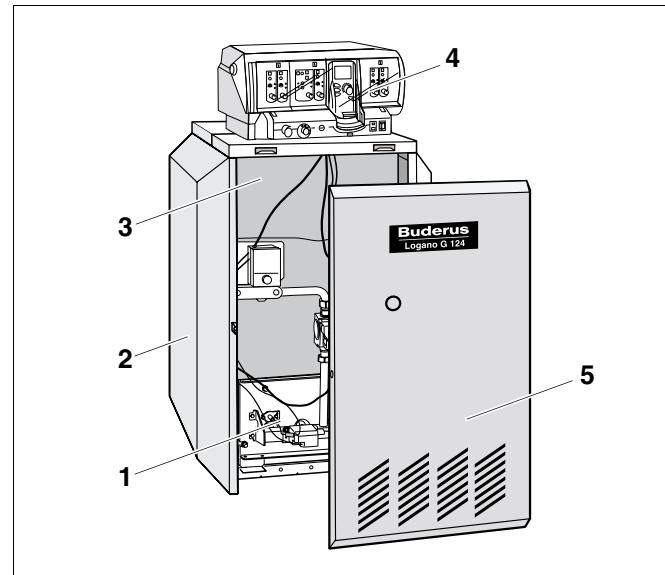

Рис. 1 Специальный газовый отопительный котел Logano G124 WS
Отопительный котел Logano G124 WS (рис. 1) оснащен на заводе встроенной газовой горелкой и системой управления.
- Котловый блок с теплоизоляцией (рис. 1, **поз. 3**) и газовой горелкой (рис. 1, **поз. 1**). В котловом блоке тепло, производимое горелкой, передается воде, циркулирующей в системе отопления.
- Обшивка (рис. 1, **поз. 2**) и передняя стенка котла (рис. 1, **поз. 5**). Обшивка котла и теплоизоляция препятствуют потерям энергии.
- Система управления (рис. 1, **поз. 4**). Система управления служит для контроля и регулирования отопительной системы.